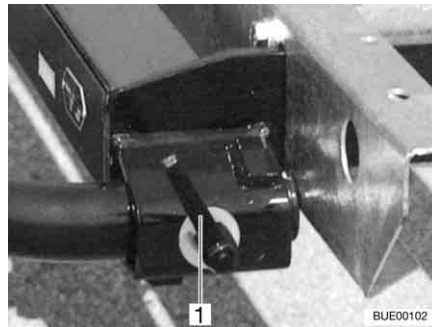

Fig. 4 Chiusura rapida
- Inserire il supporto a sinistra e a destra negli alloggiamenti sul telaio e assicurarlo con una chiusura rapida (Fig. 4,1).
- Rilasciare la chiusura rapida (Fig. 4,1) e sfilare i supporti dagli alloggiamenti sul telaio.